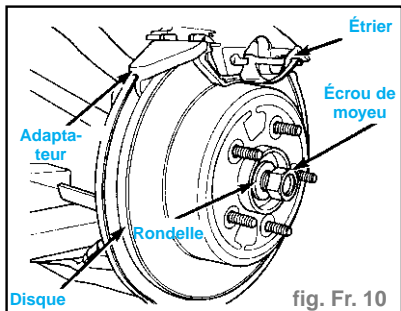

fig. Fr. 10
- Déposer l'écrou du moyeu et la rondelle de la fusée du joint homocinétique extérieur (fig. Fr. 10).
- Eliminer les corps étrangers des filetages de la fusée de joint homocinétique. Poser la rondelle et l'écrou de moyeu sur la fusée du joint homocinétique (fig. Fr. 10).